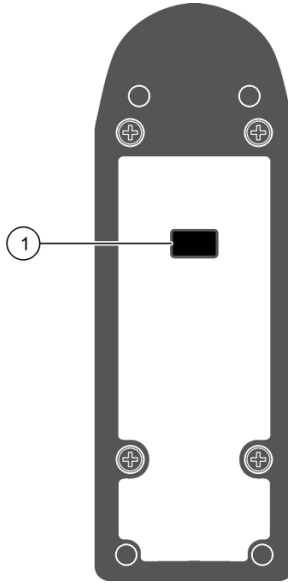

Abbildung 6 MP-Messgerät—Bodenansicht
Durch das MP-Dock Zubehörpaket (HMPDOCK) kann der Benutzer gespeicherte Testdaten auf einen PC oder in eine Tabelle herunterladen. Das MP-Dock erhält Strom durch die USB-Schnittstelle und erfordert keine externe Stromquelle. Die Daten werden durch die Infrarot-Datenschnittstelle (IR) am Boden des MP-Messgerätes (Abbildung 6) zu dem MP-Dock und dann zu dem PC übertragen.